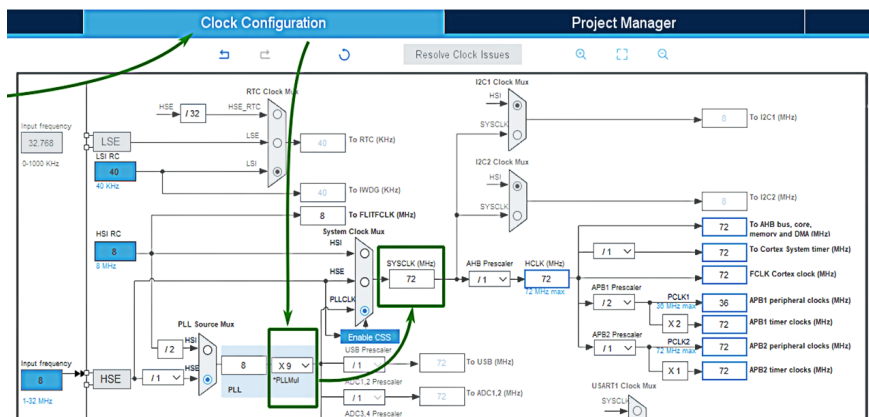

Рис. 8.2. Настройка проекта в CubeMX
2. Ввиду высоких вычислительных затрат на графику, перейдите на вкладку «Clock Configuration» и увеличьте частоту процессора с 48 до 72 MHz (рис. 8.2).